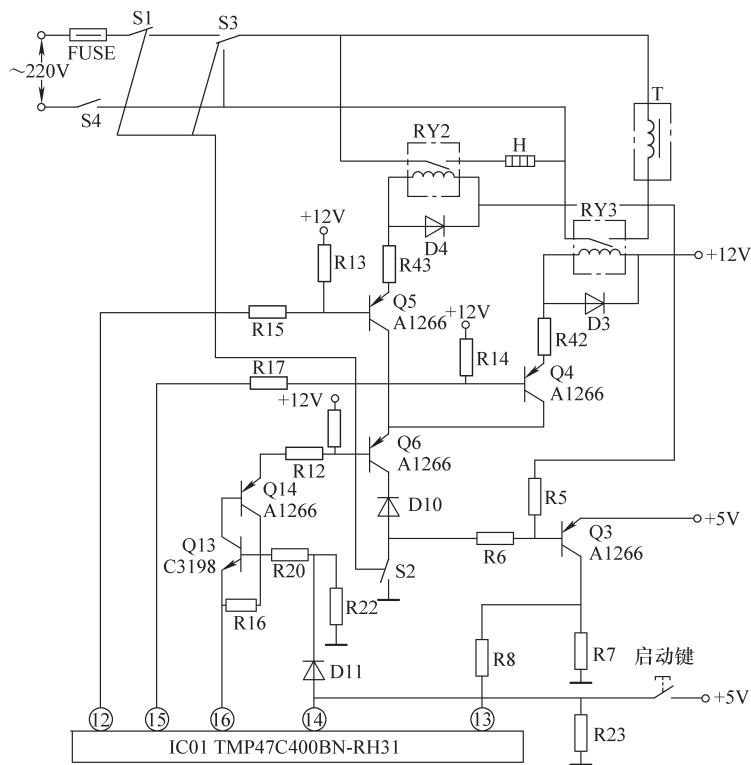
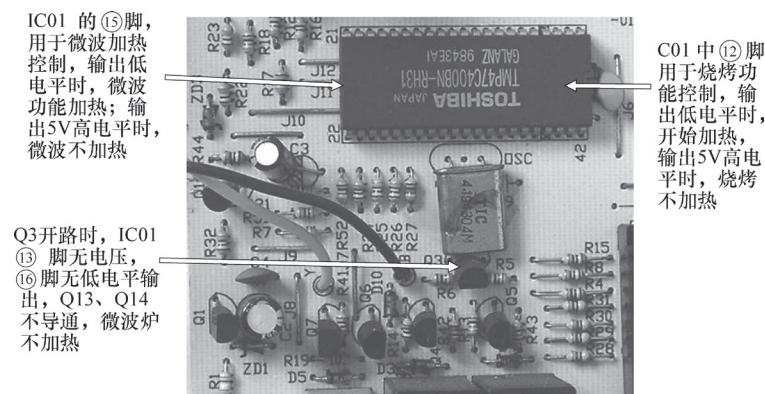

图 4-58 门监控开关及待机控制电路
图 4-59 单片机与待机控制元件实物组装图
故障微波炉具有单片机控制功能，当其微波和烧烤功能均失效时，应首先检查门监控开关及待机控制电路，其电路原理如图 4-58 所示。
在该机中，Q13与Q14组成模拟晶闸管，一旦其中有一只管子被触发导通，模拟晶闸管则被锁定在导通状态，直至关闭供电电源。因此，它在电路中主要起待机预备控制。在图4-58中，Q13和Q14组成的模拟晶闸管能否被启动电压触发导通，主要决定于IC01(TMP47C400BN-RH31)⑯脚的输出状态，而⑯脚的输出状态又决定于S₂和Q3是否导通。其中S₂为门控联锁开关，当其导通时，Q3才因基极被钳位于低电平而呈导通状态，使IC01⑬脚输入高电平，然后在单片机内部编程软件控制下使IC01⑯脚输出0V低电平。因此，当Q13和Q12不能进入自锁导通状态时，还要注意IC01的⑬脚外接电路及Q3、S₂是否正常。
在图 4-58 中, IC01 (TMP47C400BN-RH31) 为单片机集成电路, 它的⑯脚与 Q13、Q14 及 Q6、D10、S2 等组成待机预备及控制电路, 其实物组装如图 4-59 所示。在电路正常时, IC01 ⑯脚有高 / 低转换电平输出。